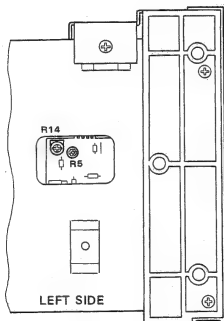

Fig. 4-11
8. Set the Pitch Control to its center position, play the middle portion of the test tape and adjust semi-fixed resistor R14 on the Pitch Control Switch Assembly (Fig. 4-11) until the frequency counter reads $3000\text{ Hz} \pm 5\text{ Hz}$.
11. Play the test tape and adjust semi-fixed resistor R5 on the Pitch Control Switch Assembly (Fig. 4-11), until the counter reads $3000\text{ Hz} \pm 5\text{ Hz}$.
8. ピッチ・コントロールをセンターに合わせ、テスト・テープの中間部を再生し、周波数カウンタが $3000\text{Hz} \pm 5\text{Hz}$ を示すようにピッチ・コントロール・スイッチ PCBの半固定抵抗 R14 (図4-11) を回して調整する。
11. テスト・テープを再生し、周波数カウンタが $3000\text{Hz} \pm 5\text{Hz}$ を示す様にピッチ・コントロール・スイッチ PCBの半固定抵抗 R5 (図4-11) を回して調整する。